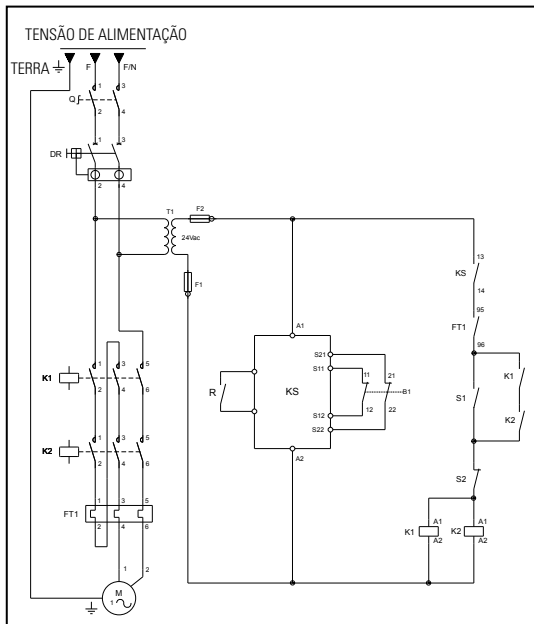

FIGURA 8.1- ESQUEMA DE LIGAÇÃO ELÉTRICA MONOFÁSICO
- Os cabos de alimentação devem ser dimensionados de acordo com a potência do motor, tensão da rede e distância da fonte de energia elétrica. Veja as orientações da Tabela 8.1. E o motor deve ser conectado à tensão (V) conforme indicado na etiqueta do motor elétrico ou no cabo elétrico.
- Para proteção e garantia do motor elétrico é necessário seguir a orientação da Figura 8.1/8.2. A não observância poderá causar a queima do motor e a perda de sua Garantia.